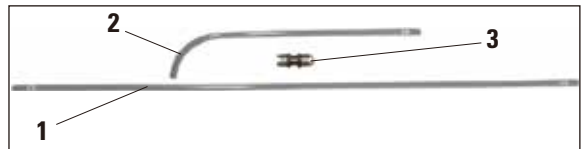
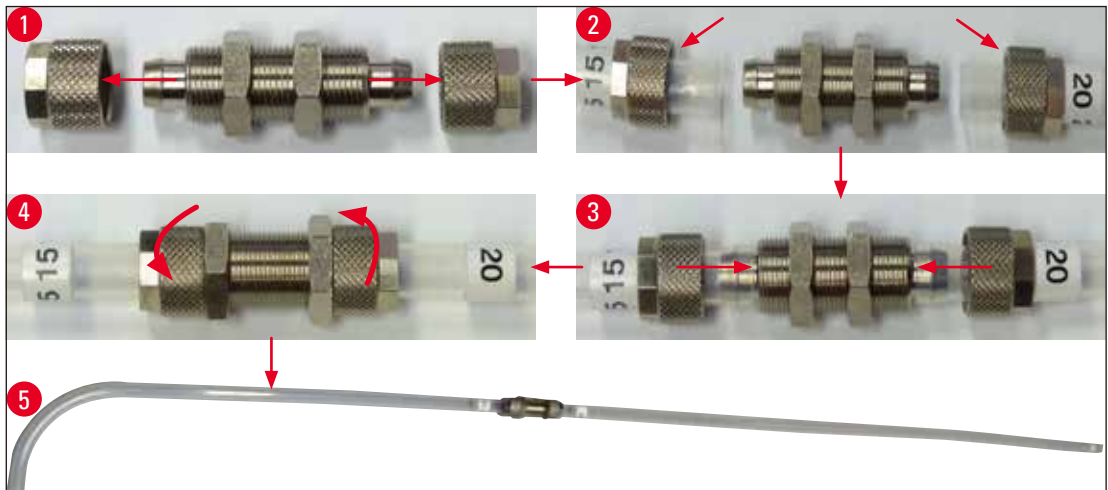

図 88
図 89
- ストレートホース×1、「20」マーク付き (図 88、1)
- 角度付きホース×1、「15」マーク付き (図 88、2)
- カップリング×1 (図 88、3)
1. カップリング (図 88、3) の両側のナット (図 89、1) を外します。
2. いずれかのナットを「20」マーク付きホースに、もう一方のナットを「15」マーク付きホースの直線側の端部 (図 89、2) に押し込みます。
3. 「15」マーク付きホースの直線側の端部をカップリングの片側のニップルに、「20」マーク付きホースを反対側のニップルに押し込みます。両方のホースがそれぞれニップルにできるだけ押し込まれるように留意してください (図 89、3)。
4. 最後に両方のナットをカップリングのネジ山 (図 89、4) にしっかりとねじ込み、ホースを固定します (図 89、5)。